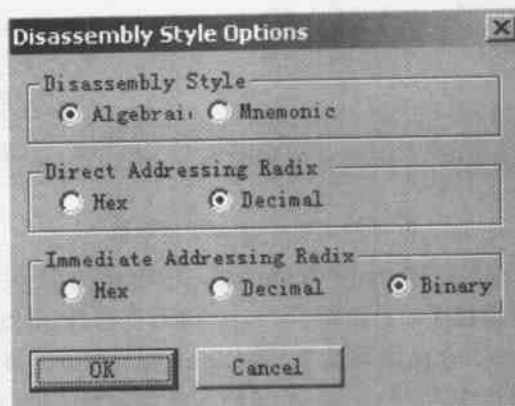
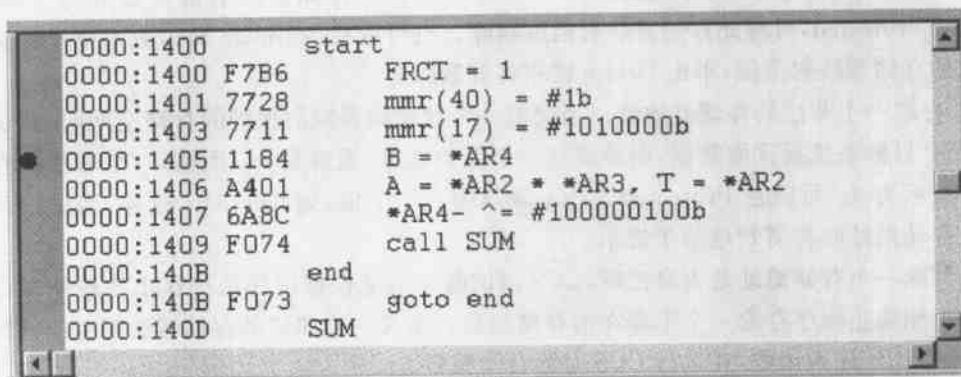

图 3.23 反汇编窗口显示模式的设置
图 3.24 反汇编窗口中的显示
(2) Disassembly Style 设置反汇编窗口的显示模式。单击该命令,将出现如图 3.23 所示的设置对话框。在该对话框中,可以设置反汇编的显示为助记符或者代数符号,直接寻址与间接寻址显示为十进制、二进制或十六进制等。按照图 3.23 的设置,在反汇编窗口中的显示如图 3.24 所示。